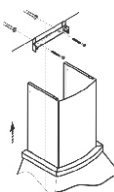

рис. 6
- сделайте отметку по верхнему краю фальштрубы и проведите горизонтальную линию рис. 6 (фальштрубу опустите внутрь вытяжки);
- приложите кронштейн к стене, как показано на (рис. 6). Осевая линия кронштейна должна совпадать с осевой линией вытяжки, а верхний край с ранее проведенной горизонтальной линией